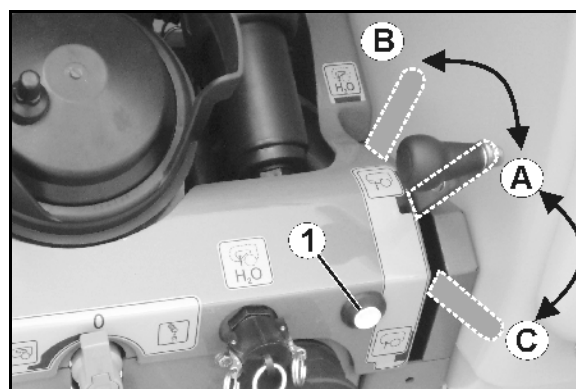

Fig. 67
- Mudança por comando à distância da posição Pulverizar (Fig. 67/A) para a posição Enxaguar (Fig. 67/B).
Mudar da posição Encher (Fig. 67/C) para a posição Pulverizar (Fig. 67/A) através do **AMATRON⁺** ou na área de controlo (Fig. 67/1).